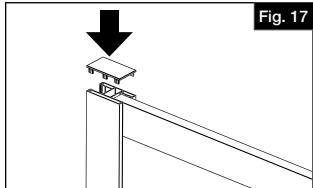

Fig. 17
- Installer le capuchon (compris dans le kit de poteau) sur le dessus du poteau. Au besoin, utiliser un maillet en caoutchouc pour bien enclencher le capuchon (Fig. 17). Répéter ce processus pour l'autre poteau.